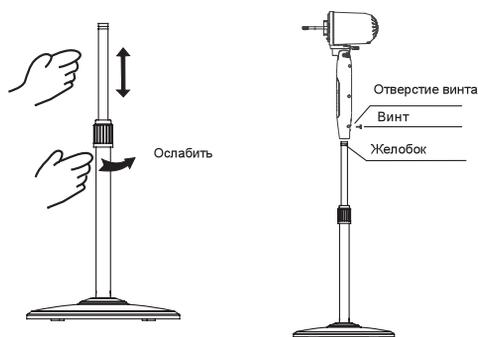

Рис.4
3. Ослабьте фиксатор регулировки по высоте, выдвиньте выдвижную часть стойки на нужную высоту и зафиксируйте зажимом (Рис. 4)